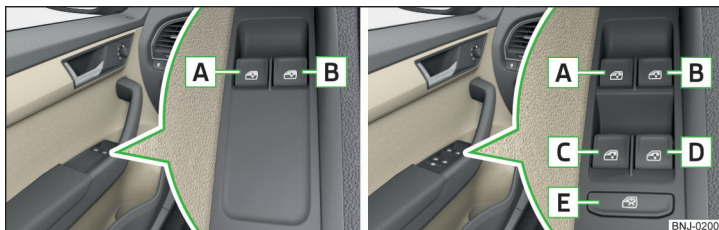

Bild 45 Fönsterhissknappar: variant 1/variant 2
Beroende på utrustning kan knapparna i dörren användas för att styra framrutorna - **variant 1** eller rutorna fram och bak - **variant 2** » bild 45.
På **variant 2** » bild 45 kan man automatiskt öppna **förfärdörr** helt genom att kort trycka ned knappen så långt det går. Tryck på knappen igen eller dra in den för att stoppa fönstret omedelbart.
På **variant 2** » bild 45 kan man automatiskt stänga **förfärdörr** helt genom att dra knappen så långt det går. Dra i knappen igen eller tryck den för att stoppa fönstret omedelbart.
➤ Tryck på knappen **E** » bild 45.
- Om personer som inte är helt självständiga, t.ex. barn, transporteras i baksätet rekommenderar vi att du för säkerhets skull avaktiverar knapparna i de bakre dörrarna med knappen **E** » bild 45.
- **Variant 1** av de elektriska fönsterhissarna » **bild 45 på sidan 56 har ingen kraftbegränsning.** Fönstren ska stängas försiktigt – skaderisk!
- **Frampassagerarfönstret på variant 2** av de elektriska fönsterhissarna » **bild 45 på sidan 56 har ingen kraftbegränsning.** Fönstret ska stängas försiktigt – skaderisk!